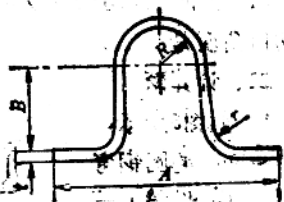

图 8
4. 如图 8 所示。已知 $A = 450\text{mm}$, $B = 320\text{mm}$, $R = 100\text{mm}$, $r = 60\text{mm}$, $t = 10\text{mm}$, 求加工件管夹的展开长度为多少毫米?